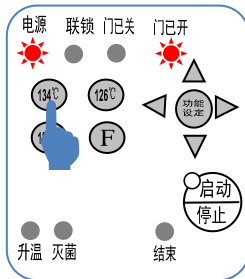

图 12
① 需在上盖打开状态下设定灭菌温度与灭菌时间。
① **一键式操作**：当用户所需灭菌温度为操作面板上规定的 3 种灭菌温度中的其中一种，可选用一键式操作模式。
1. 按操作面板上所需的“灭菌温度”键。图 12